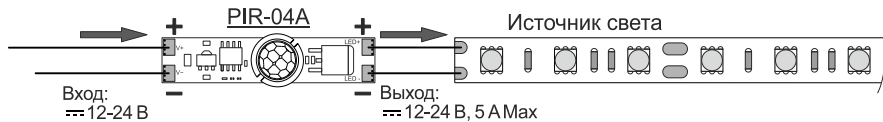

Рис. 2
- Сделайте в экране отверстие D=9,6-9,8 мм (Рис. 3). Припаяйте соединительные провода питания и светодиодную ленту к выключателю в соответствии со схемой (Рис. 2). **ВНИМАНИЕ!** Не используйте для пайки кислотные флюсы! Это выводит устройство из строя и не является гарантийным случаем!